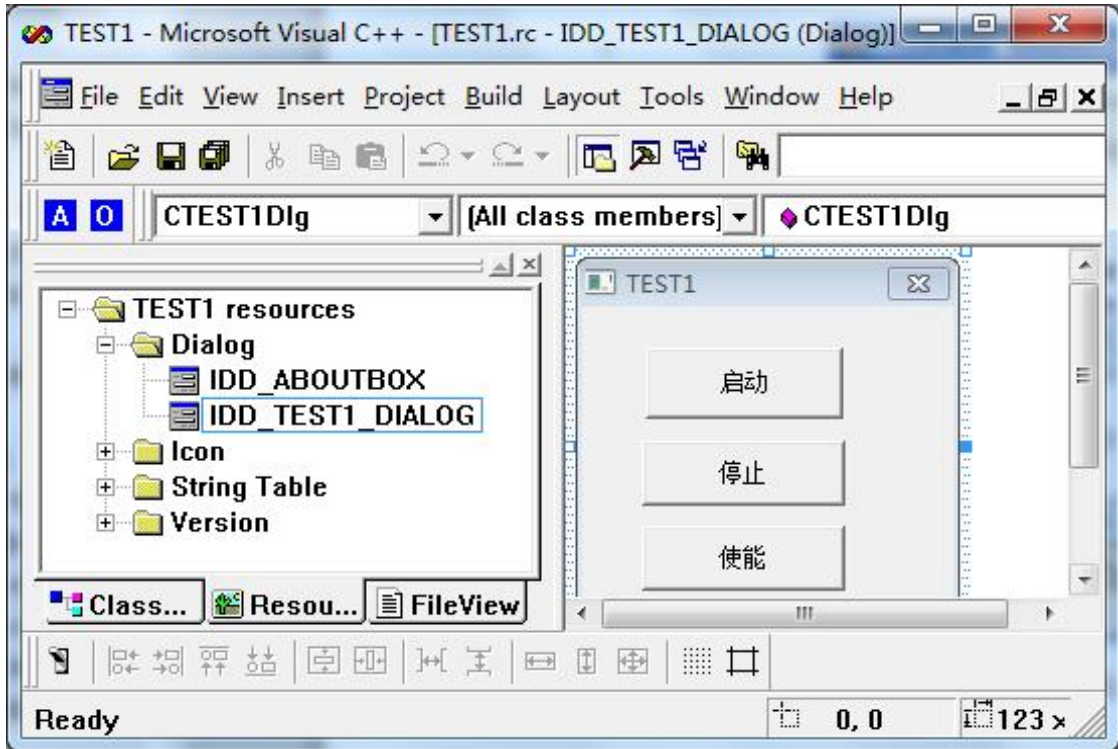

图 5.7 修改对话框
7) 给对话框进行简单的修改，增加按钮“启动”、“停止”和“使能”；并分别命名为“IDC_BUTTON_Start”、“IDC_BUTTON_Stop”和“IDC_BUTTON_enable”，如图 5.7 所示。